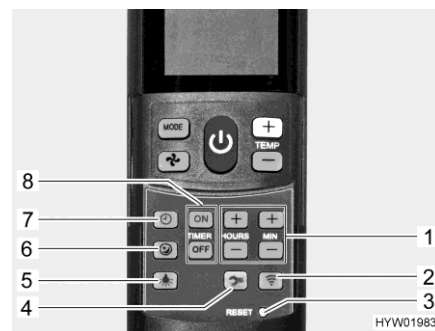

Bild 96 Fernbedienung mit Einstell-tasten (Klimaanlage)
- Taste Sanftlauf (Bild 96,6) drücken. Im Kühlbetrieb läuft das Gebläse dann mit niedriger Drehzahl und deshalb besonders leise.
- Taste Uhrzeit (Bild 96,7) drücken.
- Mit den Tasten (Bild 96,1) Stunden und Minuten einstellen.
- Taste "ON" (Bild 96,8) drücken.
- Tasten für die Zeiteinstellung (Bild 96,1) drücken, bis die gewünschte Zeitspanne bis zum Einschalten erreicht ist.
- Taste "OFF" (Bild 96,8) drücken.
- Tasten für die Zeiteinstellung (Bild 96,1) drücken, bis die gewünschte Zeitspanne bis zum Ausschalten erreicht ist.
- Taste "ON" oder Taste "OFF" (Bild 96,8) erneut drücken.
- Taste Licht (Bild 96,5) drücken. Das Licht wird mit der zuletzt eingestellten Dimmstufe eingeschaltet.
- Taste Licht (Bild 96,5) drücken und gedrückt halten, bis die gewünschte Helligkeit erreicht ist.
- Taste Licht (Bild 96,5) drücken.
- ▷ Die Taste Setup (Bild 96,4) dient dazu, die Fernbedienung bei der ersten Inbetriebnahme mit der Klimaanlage zu verbinden.